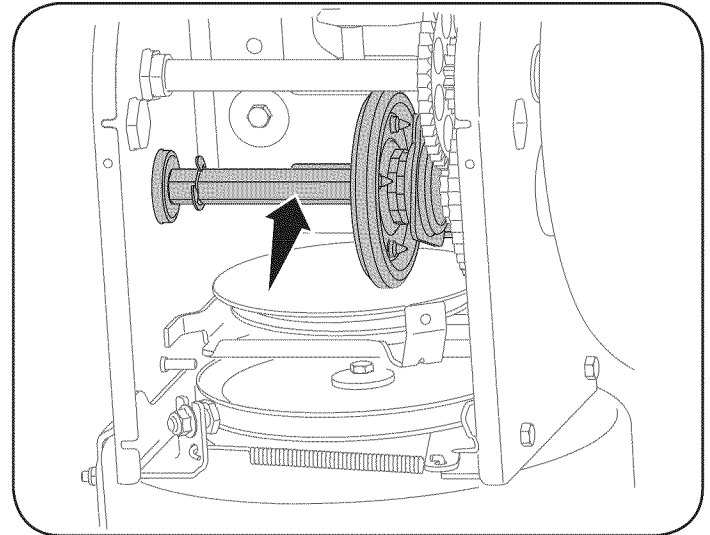

Figura 16
4. Aplique al eje hexagonal una capa ligera de una grasa multusos apta para condiciones climáticas múltiples. Ve a la Figura 16.